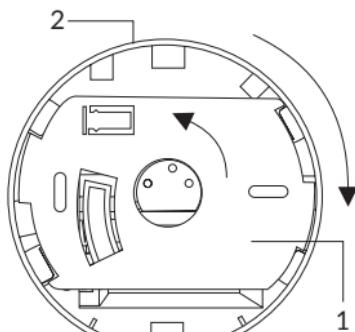

Abb. 2
- 6.1. Entfernen Sie den Montagesockel (Abb. 2, Pos. 1) vom Gehäuse des Geräts (Abb. 2, Pos. 2), indem Sie ihn gegen den Uhrzeigersinn drehen.